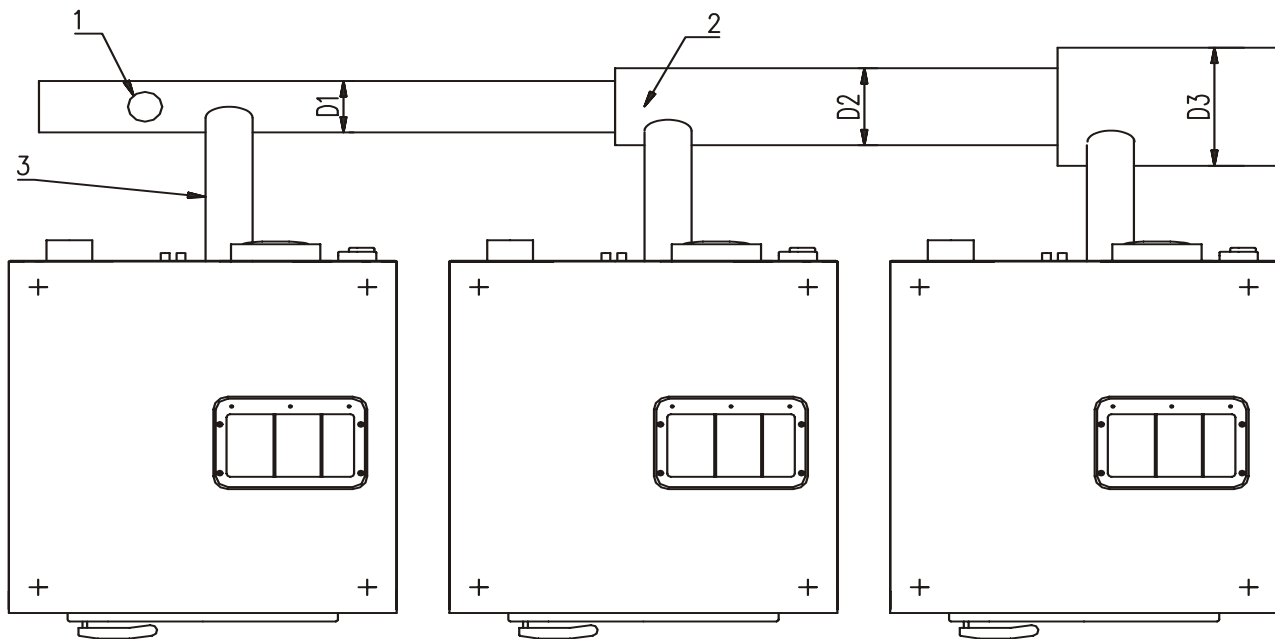

Fig. 4.8.D Plusieurs machines connectées parallèlement
La conduite d'écoulement principale doit avoir une capacité telle qu'elle puisse prendre l'eau vidangée de toutes les machines branchées en même temps. Sur la conduite, tous les vingt mètres, il doit y avoir un orifice (fig. 4.8.D., pos. 1), permettant le bon flux par le tuyau. Ainsi, de l'air parvient dans la vidange et permet un flux continu. Lors de chaque raccordement de la machine au tuyau d'écoulement, le diamètre ou la largeur du tuyau augmente. Voir fig. 4.8.D., D1, D2, D3.